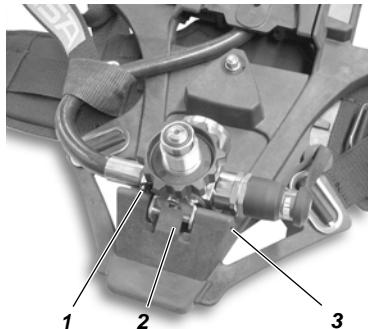
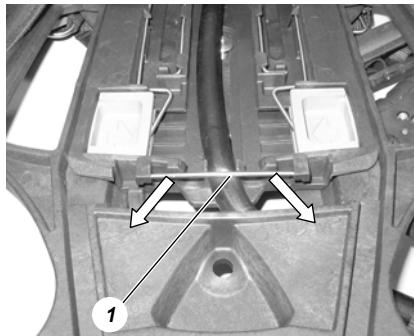

Fig. 9 Fjern trykk forminsker
Fig. 10 Fjern slange
- (4) Før skulderputene til den nederste posisjonen i sidesporene på bæreplaten, klem litt utover på knappene og ta putene ut av sidesporene.
- (5) Knapp opp skulderputer og hoftebelte fra bæreplaten.
- (6) Press gjenværende ståltråd (se Fig. 10) på flerkanalsslangen ved å vrikke nedover og siden fjerne helt.
- (7) Gjør akkurat det samme på den andre siden av bæreplaten.
- (8) Fjern flerkanalsslangen fra sporet på bæreplaten.
- (9) Trekk ut splinten (3) som er festet på holderen til trykkforminskeren (se Fig. 9).
- (10) Fjern trykkforminsker fra bæreplaten, **ikke** ta ut stoppefjæren (2).